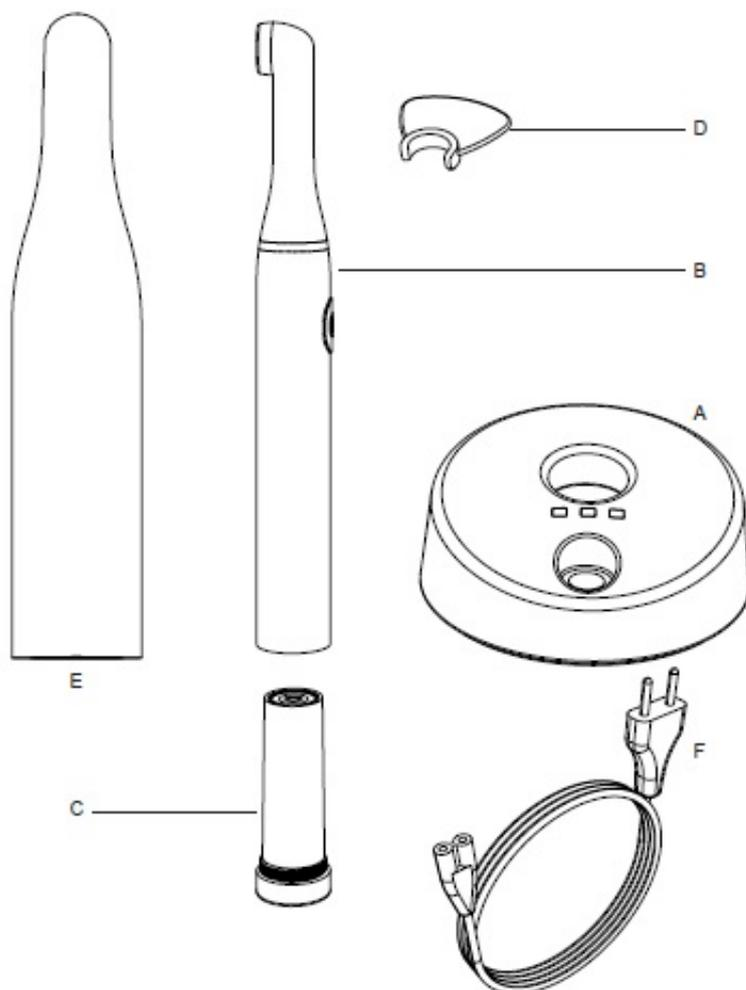
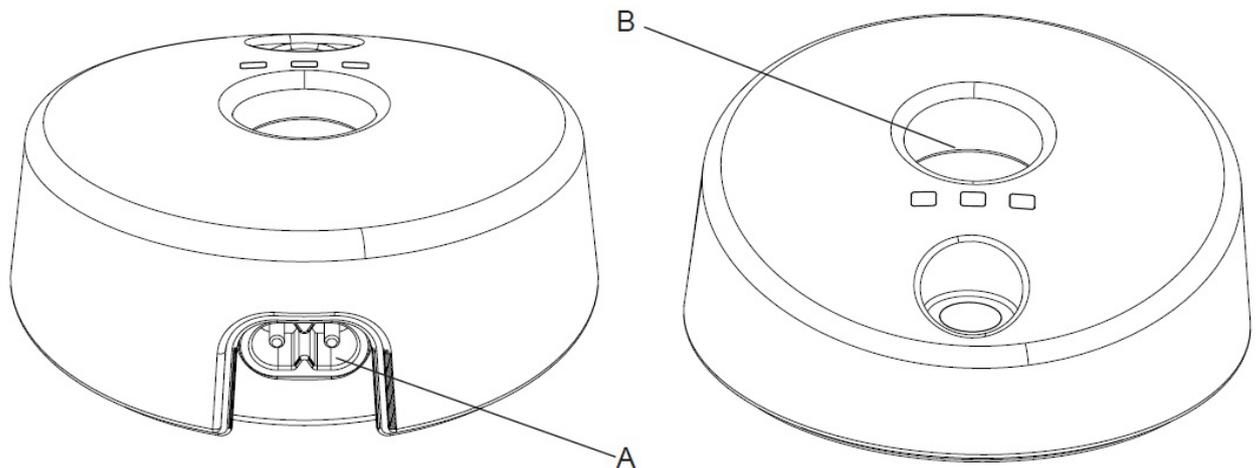
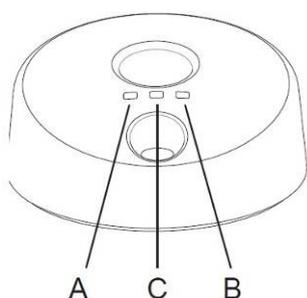

Рис. 4
Рис. 5
Рис. 7
ОПАСНОСТЬ! Не вставлять металлические предметы в зарядную базу, когда она включена (рис. 5 – поз. В).
2. Подключить шнур питания (рис. 4 – поз. D) к базе. Разъем находится на задней части базы (рис. 5 – поз. A). Подключить базу к электросети. Загорится зеленый светоиндикатор (рис. 7 – поз. A).
Описание органов управления (рис. 7):
1. Вставить лампу (с установленной в нее батареей) в зарядную базу (рис. 5 – поз. В). Включится зеленый индикатор (рис. 7 – поз. В).
1. Вставить лампу в зарядную базу (рис. 5 – поз. В). Включится зеленый индикатор (рис. 7 – поз. В).
Если при установке лампы в базу для подзарядки зеленый индикатор не включится, это означает, что батарея неисправна (рис. 7 – поз. В).
Для прерывания цикла полимеризации в любом из режимов (FAST, SLOW RISE) нажать на кнопку ВКЛ./ВЫКЛ. (рис. 7 – поз. D).
После окончания цикла можно выполнить новый цикл, нажав на кнопку ВКЛ./ВЫКЛ. (рис. 7 – поз. D).
Индикатор на зарядной базе (рис. 7 – поз. C) загорится одним из следующих цветов: